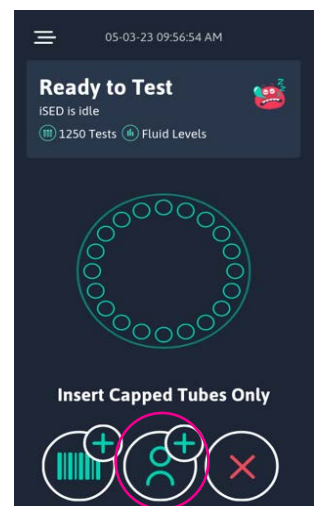

Abbildung 22
- Wählen Sie das Symbol „Person mit dem Pluszeichen“ (Abbildung 22).